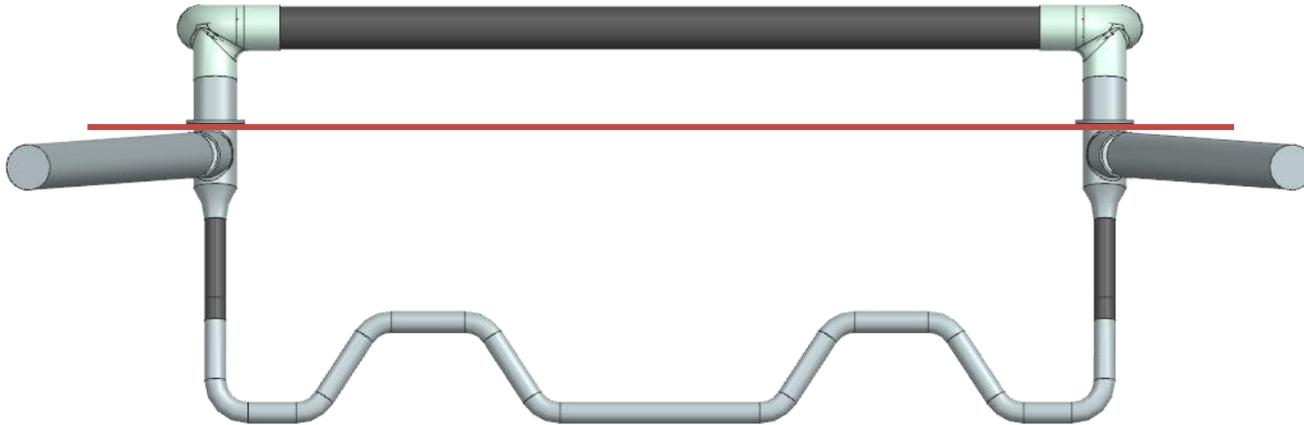

Рис. 1
- Основание луча должно находиться строго ниже уровня показанного красной линией на Рис.1